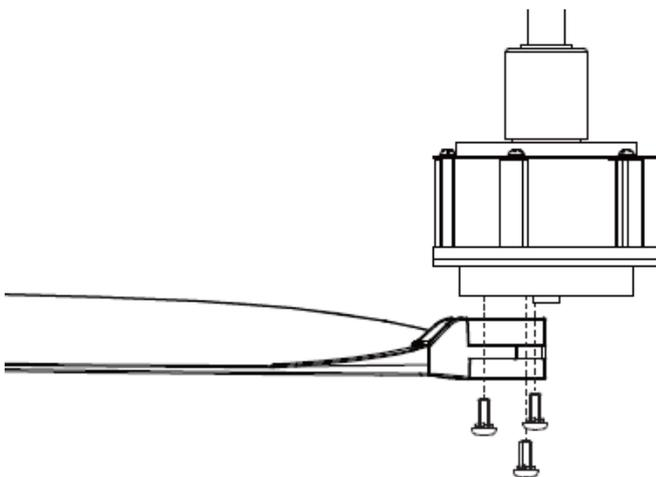

Fig. 10
1. Inserte los tornillos del asa a través del asa y, a continuación, fije el asa al motor apretando los 3 tornillos. **Fig. 10**